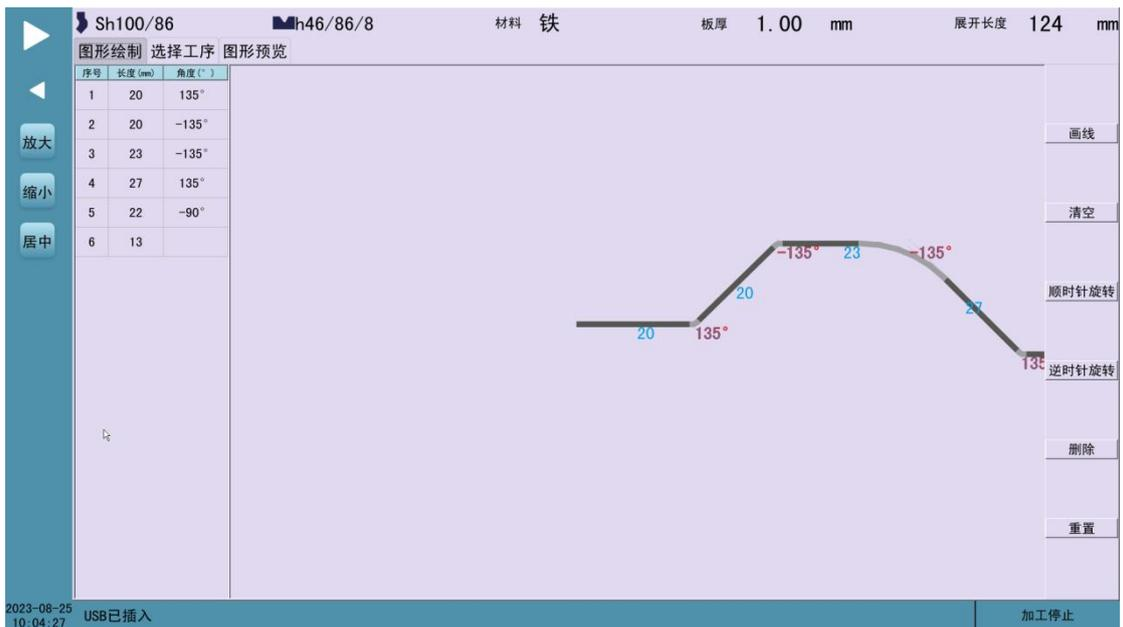

图 3-12 图形编辑初始界面
2) 输入产品名点击确定后进入初始状态的图形编辑界面, 如图 3-12 所示。